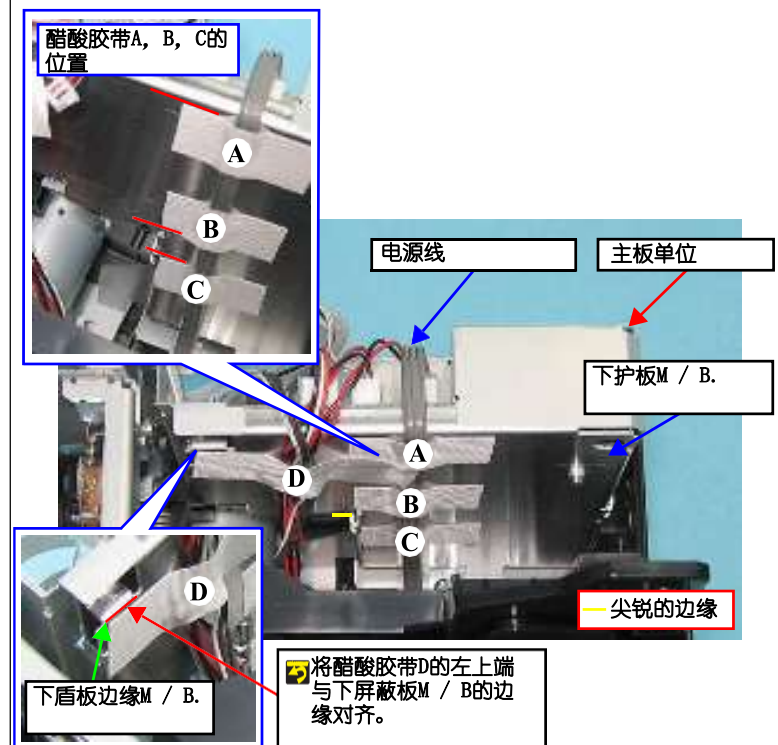

图1-26. 布线电缆
1. 沿着下屏蔽板M / B紧靠电源电缆，并用醋酸胶带将电缆固定在A, B和C位置 (每个30 mm)，如图1-26所示。
2. 避免图1-26所示的锋利边缘，用醋酸胶带D (50 mm) 固定下列电缆。